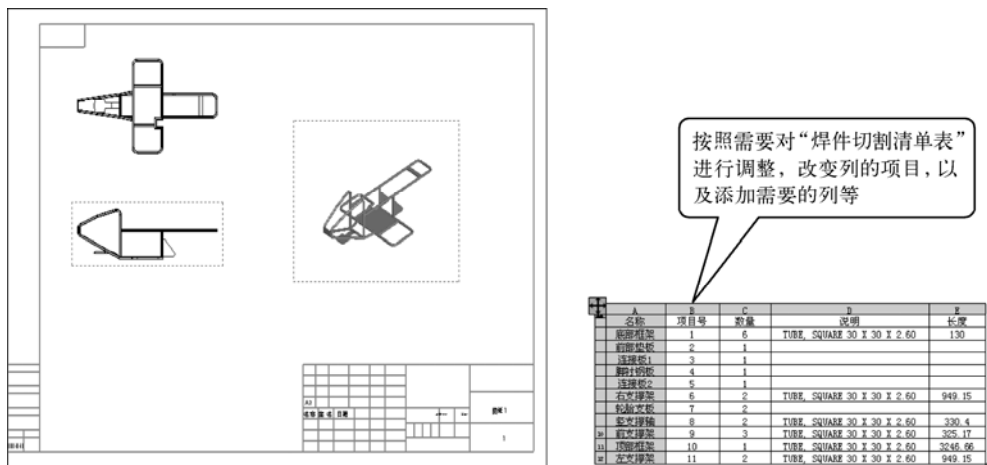

图 4-101 创建视图和材料明细表
STEP 14 选择“文件”>“新建”菜单，创建“A3（GB）”标准图纸大小的图纸，然后选择上面步骤创建的文件为视图的源文件，用其创建三个视图，如图 4-101 左图所示。然后执行“焊件切割清单”操作创建“焊件切割清单表”，如图 4-101 右图所示。